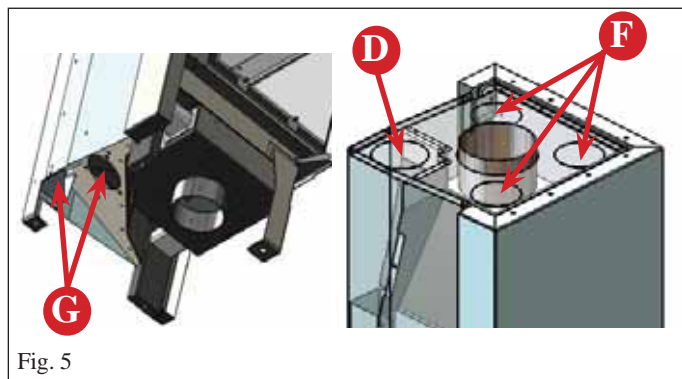

Fig. 5
O ar ambiente entra pela parte de baixo da lareira (G - fig. 5) dentro da estrutura, aquece e desce pelo interior da estrutura, aquece e sobe por convecção ao longo da parede dupla na parte traseira da fornalha e sai quente pelas bocas (D/F - fig. 5) situadas na tampa da própria cobertura.
- **Limpeza do vidro (fig. 5)**